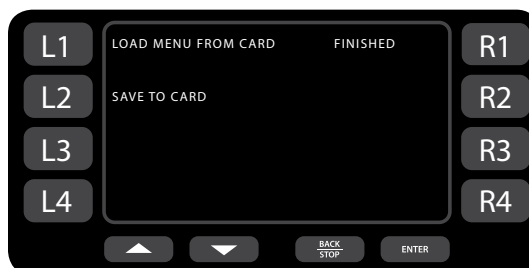

Figura 16: Loading...Finished (Attendere...Terminato)
2. Premere il Tasto Funzione R1 per accedere alla schermata Load Menu (Carica il menu) (Figura 16).
4. Premere il Tasto Funzione L1 (Figura 16).
4. Premere il Tasto Funzione L2 (Figura 16).